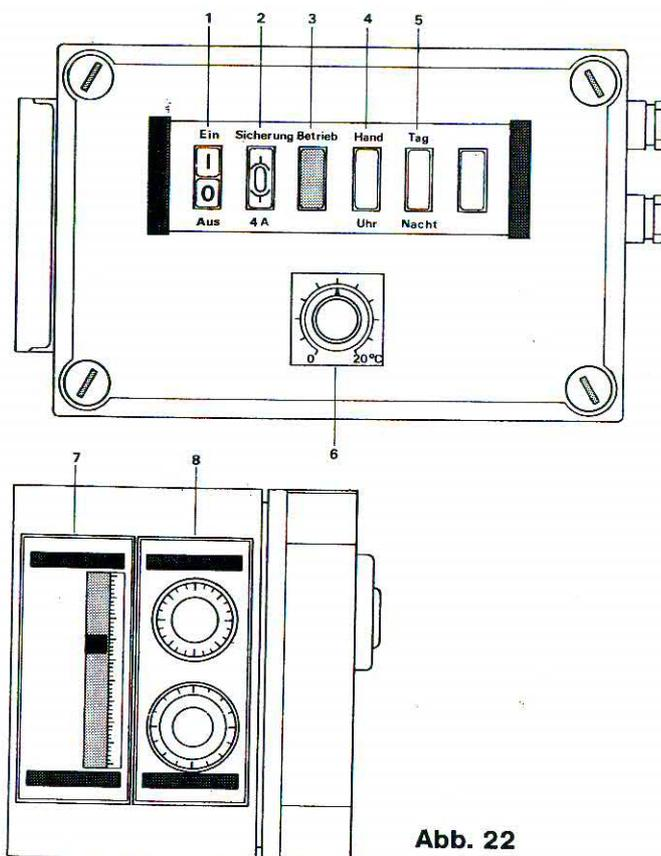

Abb. 22
Legende zu Abb. 22
Die gesamte Regeleinrichtung besteht aus einem Schaltschrank (Abb. 22) mit Universalführungsgeber, Typ RZF 61.10 (7) und Zeitschaltuhr Typ RWY 21 (8).